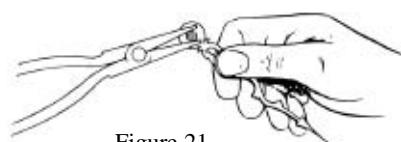

Figure 21
AJUSTEMENT DE L'AIGUILLE DES MINUTES (Figure 21)
5. Regardez à l'arrière de l'aiguille. Vous verrez un manchon ou encoche carré qui peut être bougé avec la pince. En tenant le manchon en place, vous tournez l'aiguille des minutes un tout petit peu. Souvenez-vous qu'il faut faire de petits réglages (1 minute représente une distance très courte sur le cadran). Cf. Figure 21 pour de l'aide sur comment faire ce réglage.